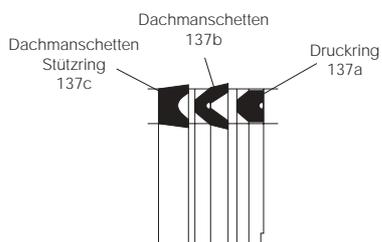

Abb. 8 Dichtungsbüchse mit Dachmanschetten-Stangendichtungen
- 1 Die RGLL- und RKLL-Dichtungssätze enthalten einen O-Ring (45), der als statische Dichtung zwischen der Büchse und dem Kopf wirkt. Er braucht normalerweise nicht ausgetauscht werden. Bei Beschädigung muß dieser O-Ring jedoch samt Stützring (134) entfernt und die Nut gründlich gereinigt werden. Die Ersatzteile schmieren und erst den Stützring und dann den O-Ring in die Nut einsetzen.
- 3 Die Tragringe (139b) in der Büchse ersetzen, und die Dichtungsbüchse (14b), mit dem geschlossenen Ende voraus über die Kolbenstange schieben und ganz in den Zylinderkopf (1) drücken.
- 4 Druckring (137a) mit Hilfe der Abb. 8 aus dem Dachmanschettendichtungssatz herausuchen und ihn, mit dem geschlossenen Ende voraus, über die Kolbenstange schieben, wie in Bild 4 gezeigt. Die Dachmanschetten (137b) wie oben ersetzen, **mit der Lippe zur Innenseite (Zylinder) hin einsetzen.** Nach dem Einsetzen aller Dachmanschetten den Stützring (137c) mit der Winkelfläche gegen die letzte Dachmanschette drücken, wie gezeigt. Die Stützring (138) mit Hilfe der Abb. 4 einsetzen.
- 5 Den Abstreifer (40) **mit der Lippe nach außen** in die äußere Nut des Halterings (27) einsetzen. Den Tragring leicht zusammendrücken und in die Vertiefung in der Innenfläche des Halterings einsetzen. Haltering, Dichtung und Tragring schmieren.